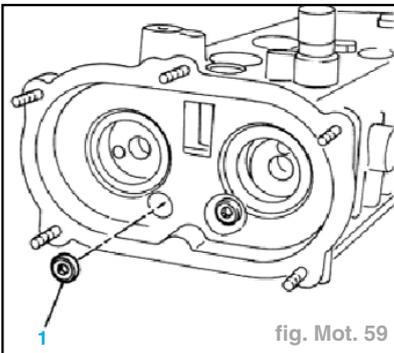

fig. Mot. 59
- Dévisser les bouchons coniques (1) (fig. Mot. 59).